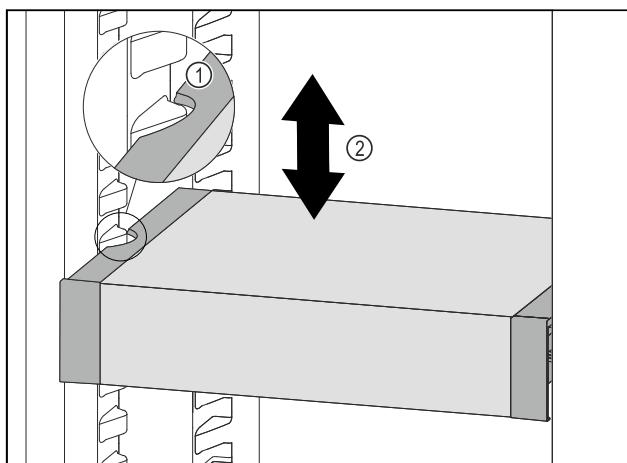

Fig. 103
- VarioSafe tiahajte dopredu, dokým sa bočné vybrania VarioSafe nebudú nachádzať vo výške rebra nádoby v chladničke. Fig. 103 (1)
- VarioSafe v chladničke presúvajte nahor alebo nadol, dokým sa dosiahne požadovaná výška. Fig. 103 (2)